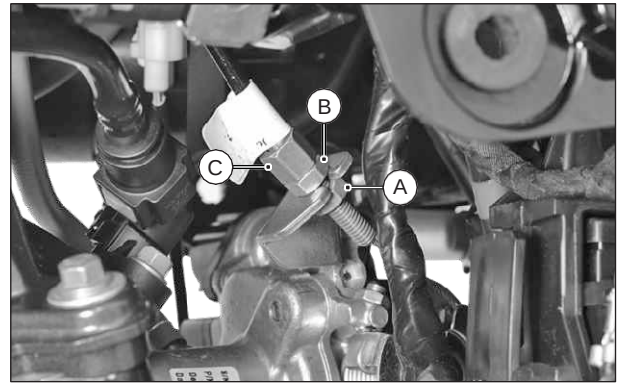

Fig. 2.39
- Después de ajustar el juego libre, apriete la contratuerca (A) mientras sostiene el ajustador (B) en posición.
- Si el juego libre medido es menor o mayor al especificado, afloje la contratuerca (A) y gire el ajustador (B) hacia adentro o hacia afuera hasta obtener el juego libre especificado. Apriete la contratuerca mientras sostiene el cable (C). (Fig. 2.39)